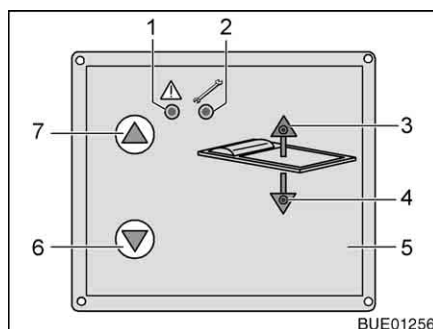

Fig. 72 Centralina di controllo
- Sulla centralina di controllo (Fig. 72,5) premere il tasto "▼" (Fig. 72,6) e tenerlo premuto per circa 6 secondi. I due LED (Fig. 72,3 e 4) si accendono di luce verde.
- Premere e tenere premuto il tasto "▼" (Fig. 72,6), finché il letto ha raggiunto la posizione desiderata o il fincorsa. Il LED (Fig. 72,3) si accende di luce verde.
- Premere e tenere premuto il tasto "▲" (Fig. 72,7), finché il letto ha raggiunto la posizione desiderata o il fincorsa. Il LED (Fig. 72,4) si accende di luce verde.
- Premere e tenere premuto il tasto "▼" (Fig. 72,6) o il tasto "▲" (Fig. 72,7), finché il letto ha raggiunto la posizione finale inferiore o superiore.
Qualora non si riesca più a muovere il letto mediante la centralina di controllo e il LED "▲" (Fig. 72,1) lampeggia di luce rossa, è possibile azionare il letto a castello anche manualmente. Procedere come segue:
Se la spia di manutenzione (Fig. 72,2) si accende: Rivolgersi al servizio clienti.